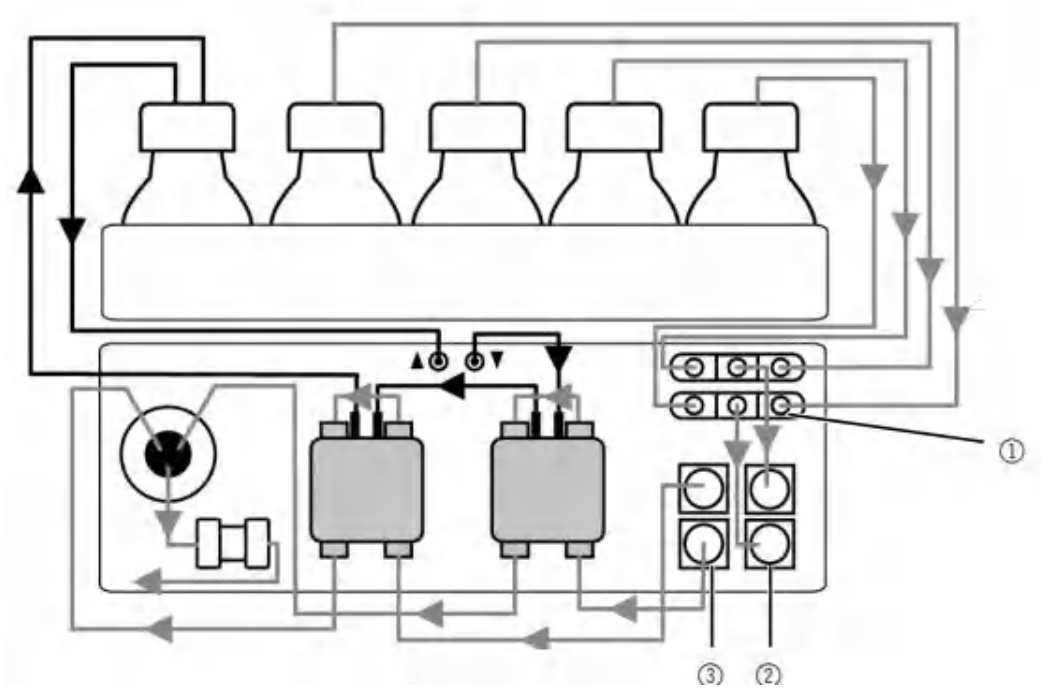

图 11: 二元泵的流路图
脱气机进口②容易与溶剂选择阀①连接。脱气机出口③容易与泵头连接（见图 11）。如果二元泵配备 4 通道脱气机，则可提供两个额外通道，例如用于冲洗溶液。